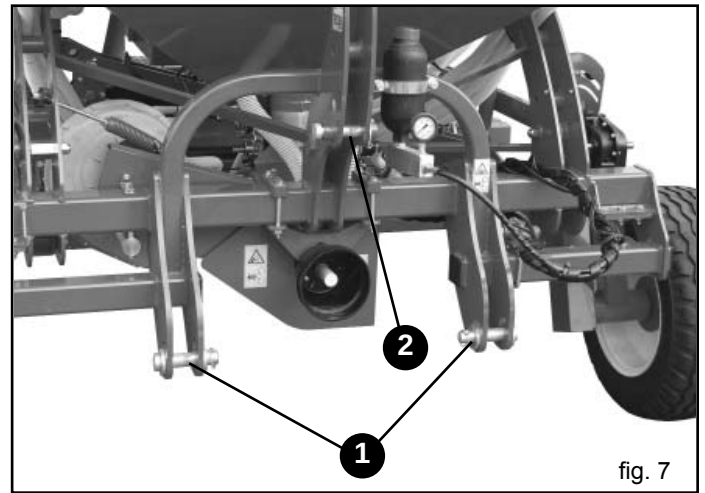

fig. 7
- 1) Enganchar las barras del elevador en los pernos predispuestos (1, Fig. 7). Bloquear con el pasador de muelle.
- 2) Conectar el tercer punto superior (2, Fig. 7); la clavija tiene que bloquearse con el respectivo pasador; a través del tensor de regulación (3, Fig. 8) tratar que la sembradora se encuentre en posición perpendicular al terreno (Fig. 8).